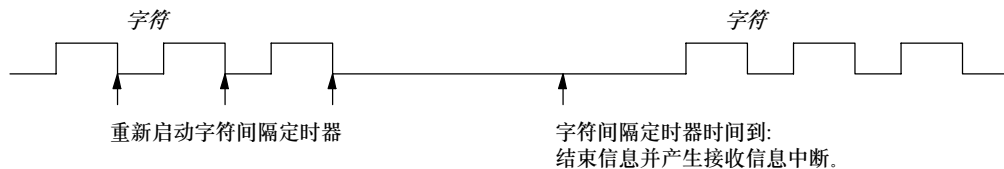

图6-12 使用字符间隔定时器来结束接收指令
2. **字符间隔定时器：**字符间隔时间是指从一个字符的结尾（停止位）到下一个字符的结尾（停止位）之间的时间。如果两个字符之间的时间间隔（包括第二个字符）超过了SMW92或者SMW192中指定的毫秒数，接收信息功能结束。接收到字符后，字符间隔定时器重新启动，见图6-12。